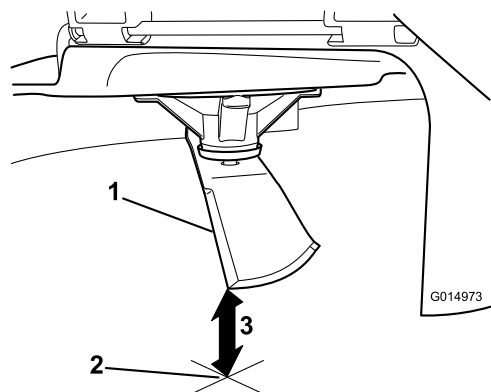

Figura 61
5. Mida desde la punta de la cuchilla hasta la superficie plana (**Figura 61**).